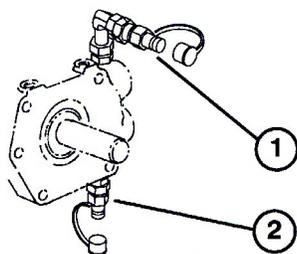

図45
油圧回路のテストポート (図45 & 46) があります。テストはオイル温度が通常の作動温度に上昇してから、エンジンをフル回転させた状態で行います。必要に応じToro代理店にご相談ください。
1. 前進・後退走行 (図45; ホイール・モータの後ろ側) のリリーフ設定は  $371 \text{ kg/cm}^2$ , チャージ圧力は  $3.5 \sim 10.5 \text{ kg/cm}^2$  としています。従って、 $500 \sim 700 \text{ kg/cm}^2$  の計測が可能なゲージを使用してください。